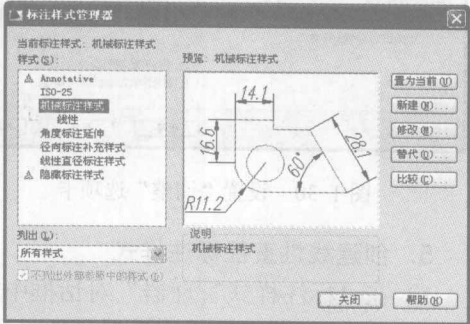

图 1-35 创建“隐藏标注样式”
2) 单击“确定”按钮,返回到“标注样式管理器”对话框,将“样式替代”重新命名为“隐藏标注样式”,该样式和原有的尺寸样式并列显示在样式列表框中,如图 1-35 所示。